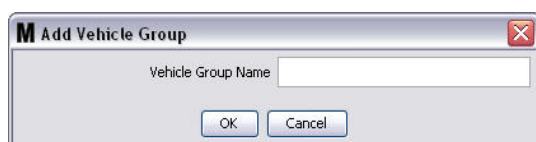

FIG. 152
3. Het tekstvak Voertuiggroep toevoegen zoals in FIG. 152 wordt weergegeven. Dit vak wordt gebruikt om een groepsnaam op te geven voor identificatie van de voertuigen die u in de groep plaatst. Klik op OK om het vak te sluiten en de naam op te slaan.